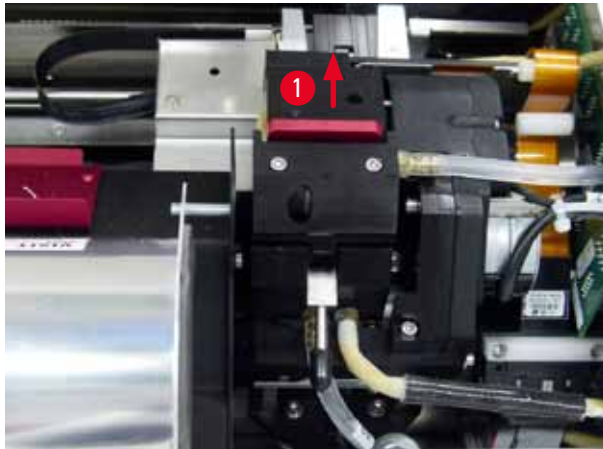

Fig. 49
2. O cabeçote de impressão (→ "Fig. 49-1") se move para cima até uma posição de aprox. 1 cm de distância do lábio de vedação (→ "Fig. 49").